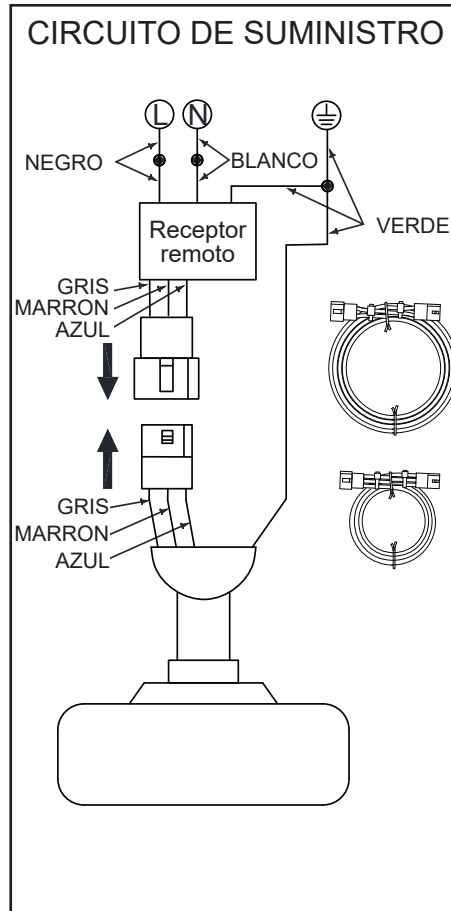

Figura 14
1. Si usas el conjunto del tubo bajante/esfera de 6 plg (15.2 cm) incluido, conecta los cables del receptor a los cables del ventilador uniendo el enchufe del adaptador moldeado del receptor con el adaptador moldeado del conjunto del motor del ventilador. (Figura 14)